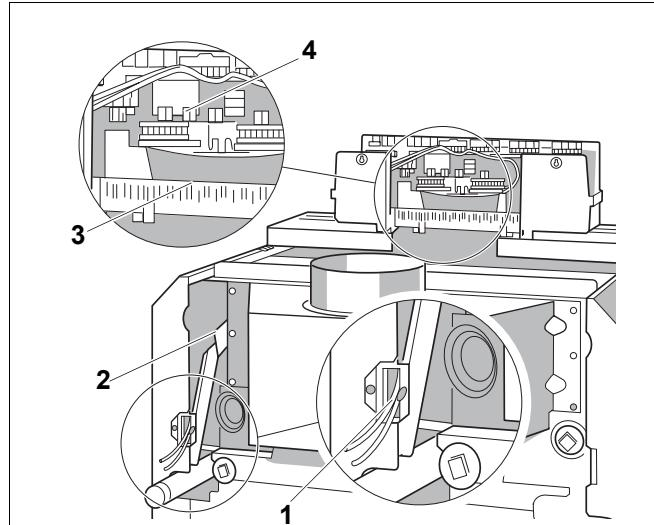

Рис. 18 Кабельный ввод и штекерные соединения, Система управления Logamatic 4000
Электрические соединительные провода заказчика и соединительный провод от системы контроля дымовых газов проведите к системе управления снизу через кабельный ввод (рис. 18, поз. 1) в кабельный канал (рис. 18, поз. 2).
- Выполните электрические подключения штекерных соединений (рис. 18, поз. 4) системы управления в соответствии с прилагаемой электросхемой.